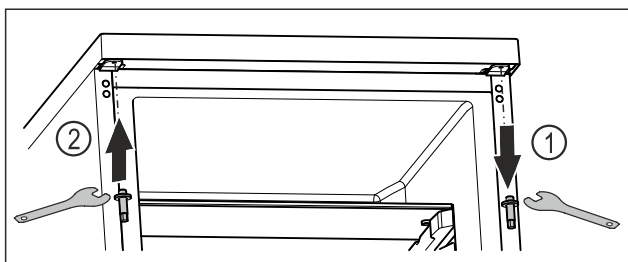

Fig. 20
- Wykręcić górny sworzeń kluczem imbusowym. Fig. 20 (1)
- Przykręcić sworzeń po przeciwnej stronie kluczem imbusowym. Fig. 20 (2)